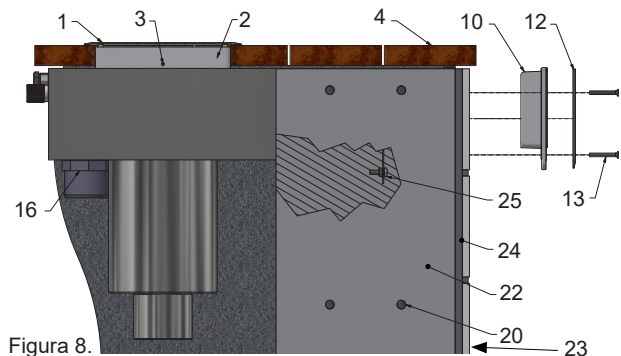
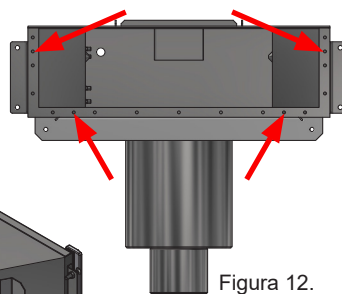

Figura 8.
Figura 12.
9. Montare il rivestimento delle pareti (adesivo, piastrelle, mosaico ecc.). Accertarsi che i fori di fissaggio (come nella figura 12) per il successivo montaggio del telaio di fissaggio restino liberi per l'installazione successiva.
10. Controllare che lo sportello a ribalta (17) sia posizionato correttamente e che possa muoversi.
11. Montare il telaio di fissaggio (10) e il frontalino (12) con le viti in dotazione (4 pz M5x40), vedere figura 8.
14. Il tubo di scarico (14) va incollato al manicotto (15) con colla in PVC idonea e montato nello skimmer con la guarnizione e il nipplo in dotazione (16). Collegare i raccordi per lo scarico di troppopieno.